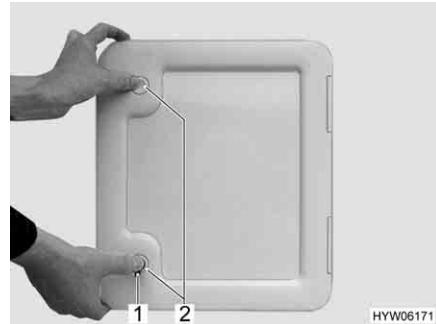

Fig. 186 Sportello per il serbatoio fiscale
- Aprire lo sportello per il serbatoio fiscale all'esterno del veicolo. Inserire la chiave nel cilindro della serratura a pressione (Fig. 186,1) e ruotare in senso orario di un quarto di giro.
- Premere contemporaneamente con i pollici entrambe le serrature a pressione (Fig. 186,2) e aprire lo sportello per il serbatoio fiscale.